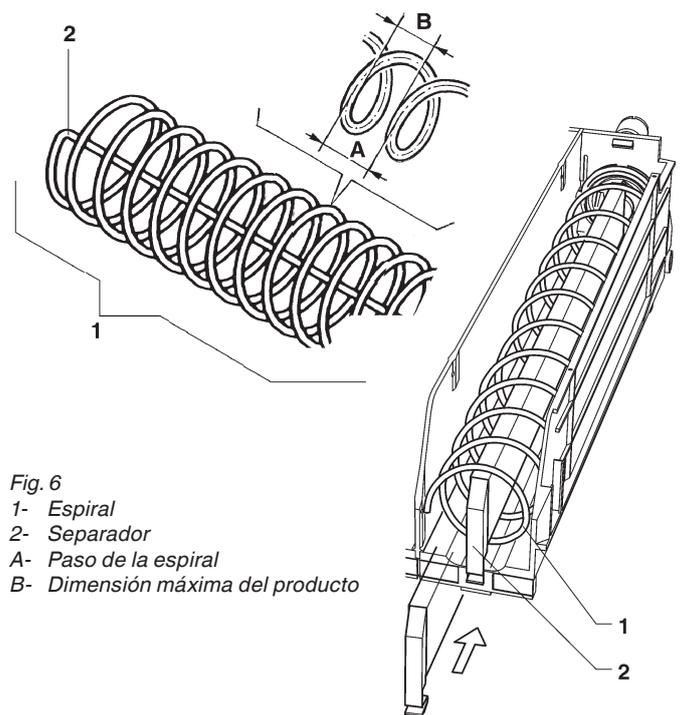

Fig. 6
- la distribución de stick de caramelos y similares. Estos compartimientos se pueden reconocer por la presencia de una espiral derecha que tiene un separador (véase la fig. 6), el separador permite duplicar la autonomía de lo compartimiento.